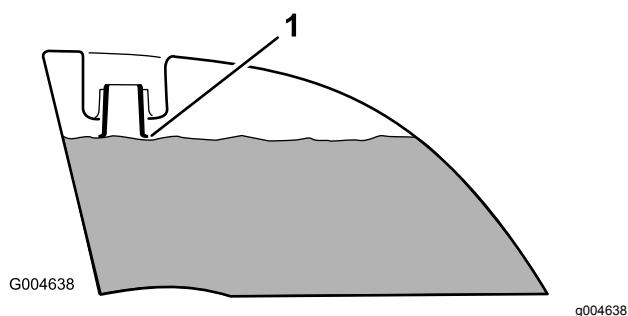

Figura 10
4. Añada combustible a ambos depósitos hasta que el nivel llegue al extremo inferior del cuello de llenado (Figura 10). No llene demasiado los depósitos.